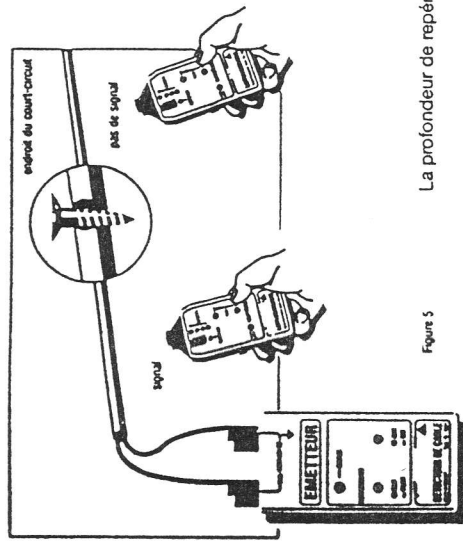

Figure 5
- 2) Connectez l'émetteur selon Figure 5.